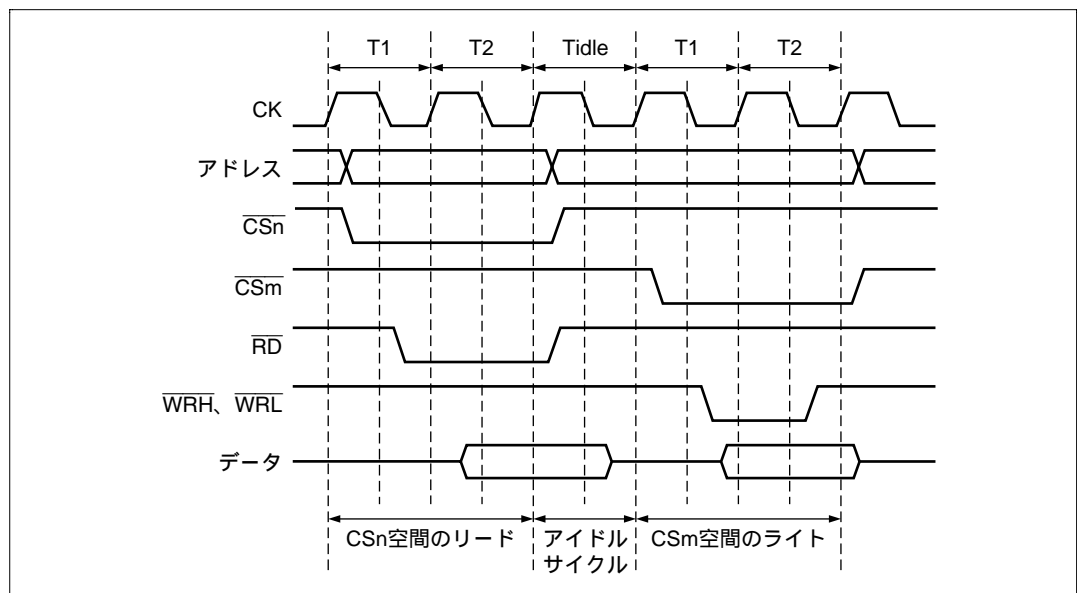

図 8.7 アイドルサイクル挿入例
(1) リードサイクル後のライトサイクル、(2) リードサイクル後の異なるCS空間に対するリードサイクル、の2つの場合、BCR2のIW31~IW00ビットによって指定されたサイクル数だけアイドルサイクルが入るようウェイトを挿入します。アクセスサイクル間にもともとアイドルサイクルが存在する場合は、指定されたアイドルサイクル数からその空きサイクル数を除いたサイクルだけウェイトを挿入します。図8.7にサイクル間アイドルの例を示します。この例では、CSn空間のサイクル間アイドルに1を指定した場合に、CSn空間のリードサイクルの直後にCSm空間のライトを行うとき、1アイドルサイクルが挿入されることを示しています。